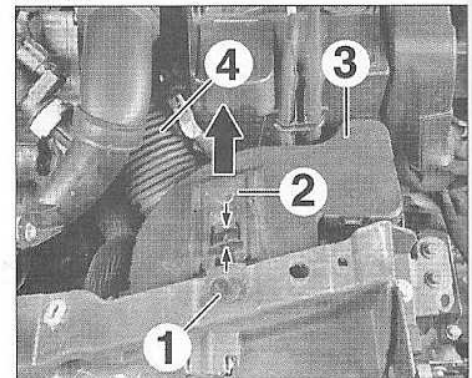
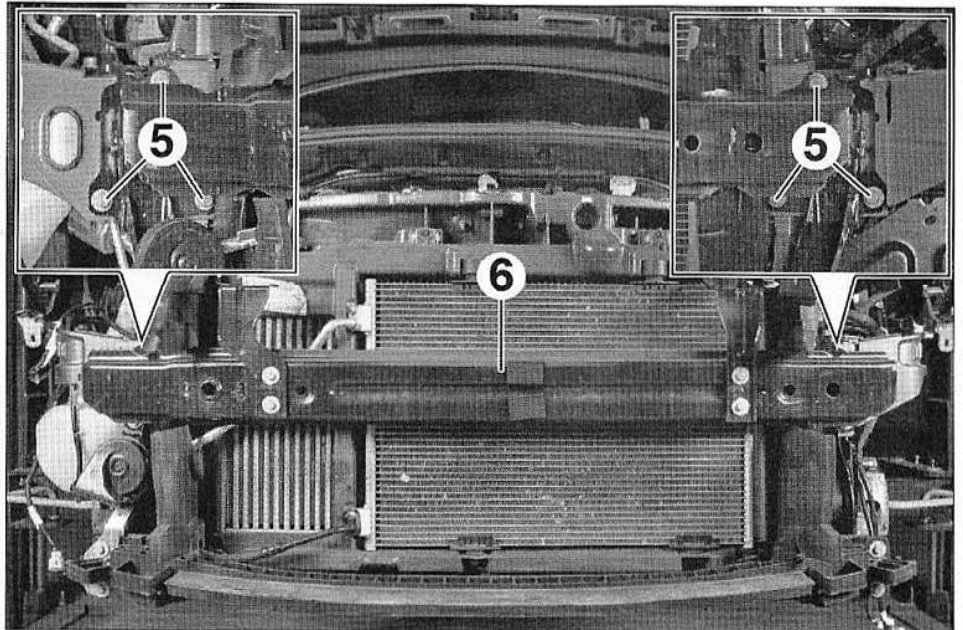

FIG.58
FIG.62
- Déposer l'agrafe (1) (Fig.58).
- Pincer les deux pattes du verrou (2) et le pousser vers l'habitacle.
- Déposer le résonateur d'air (3) avec le conduit d'air (4).
- les vis (5) (Fig.62),
- l'armature de bouclier (6),